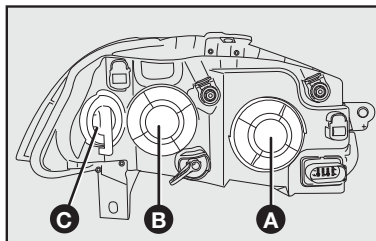

fig. 13
- 1) Girar a tampa **A-fig. 13** (para trocar a lâmpada do farol baixo) ou a tampa **B-fig. 13** (para trocar a lâmpada do farol alto) no sentido anti-horário e retirá-la;
- 6) Recolocar a tampa **A-fig. 13** ou **B-fig. 13**, girando-a no sentido horário.
- 1) Girar a tampa porta-lâmpada **C-fig. 13** no sentido anti-horário e retirá-la.
- 3) Substituir a lâmpada e recolocar a tampa **C-fig. 13**, girando-a no sentido anti-horário.
- 1) Girar a tampa **B-fig. 13** no sentido anti-horário e retirá-la;
- 5) Recolocar a tampa **B-fig. 13**, girando-a no sentido horário.